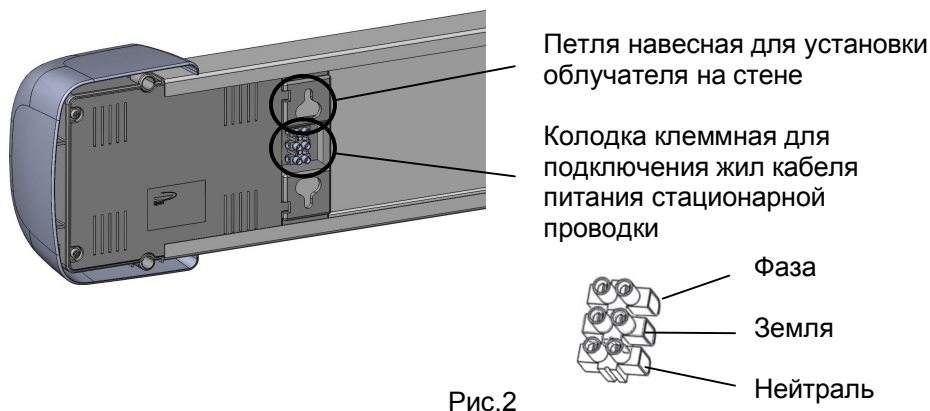

Рис.2
- Снять облучатель со стены, предварительно отсоединив жилы кабеля питания стационарной проводки от клеммной колодки, расположенной на задней стенке правого торцевого блока (рис.2).
- Снять облучатель со стены, предварительно отсоединив жилы кабеля питания стационарной проводки от клеммной колодки, расположенной на задней стороне правого торцевого блока (рис.2).
- Установить облучатель на место, предварительно подсоединив жилы кабеля питания стационарной проводки к клеммной колодке (рис.2), расположенной на задней стенке правого торцевого блока в соответствии со схемой подключения.
- 5.3. Подключение к стационарной сети напряжением 220 В осуществляется трехжильным кабелем питания стационарной проводки через трехклеммную винтовую колодку (фаза / земля / нейтраль), расположенную на задней стенке правого торцевого блока (рис.2). Сечение жил кабеля не более 6 мм².
- 6.5. Подключить жилы кабеля питания стационарной проводки 220 В (фаза / земля / нейтраль) к трехклеммной колодке, расположенной на задней стенке правого торцевого блока, в соответствии со схемой подключения рис.2.
- 6.6. Установить облучатель в выбранном месте на стене. Совместить петли навесные облучателя (рис.2) с установленными дюбелями и шурупами.